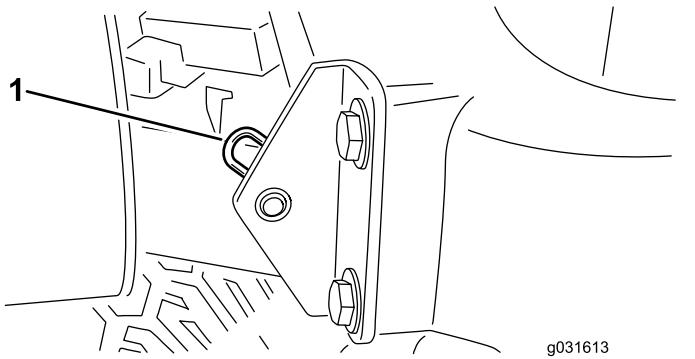

Figura 74
2. Togliete la coppia che fissa il perno del cofano alle staffe di montaggio (Figura 74).